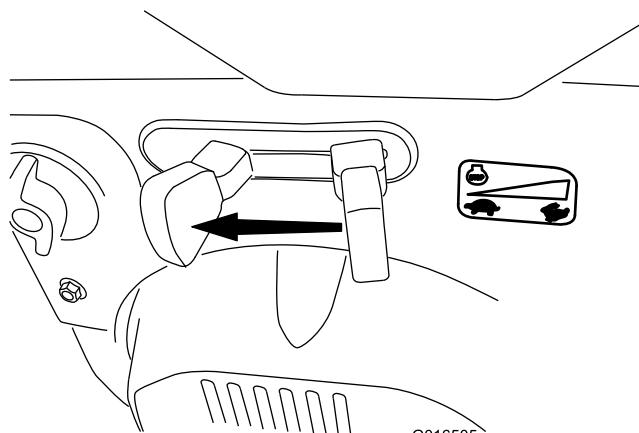

Figura 30
1. Spostate l'acceleratore in posizione di MINIMA, poi in posizione di ARRESTO (Figura 30) per spegnere il motore. È possibile arrestare il motore anche tirando in fuori la chiave di accensione nella posizione centrale.